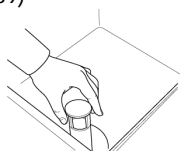

Fig.39
- 2- Abra la puerta y retire el dispositivo de flujo de agua. (Fig.39)